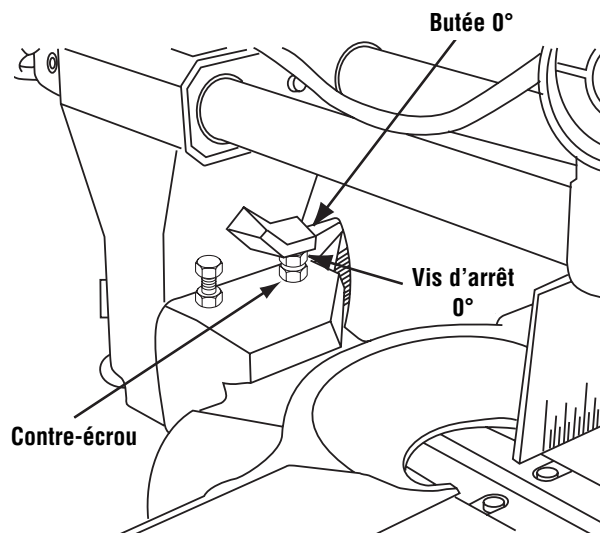

Figure 6. Vis d'arrêt 0° de biseau et contre-écrou
- e. Ajustez la vis d'arrêt de biseau 0° de manière à ce que la tête hexagonale de vis touche la butée 0° au même moment où la lame vient en contact avec toute la longueur de l'équerre. Serrez le contre-écrou (Figure 6).